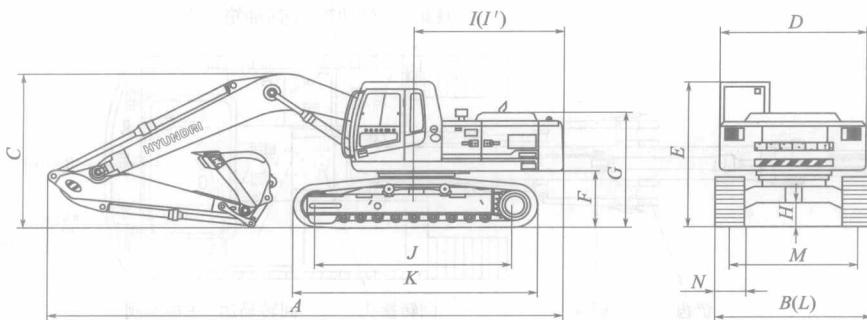

图 1-2 技术规格
(2) 整机技术规格 (R210LC-7 型)
① 整机规格 见表 1-1，表中各字母意义如图 1-2 所示。